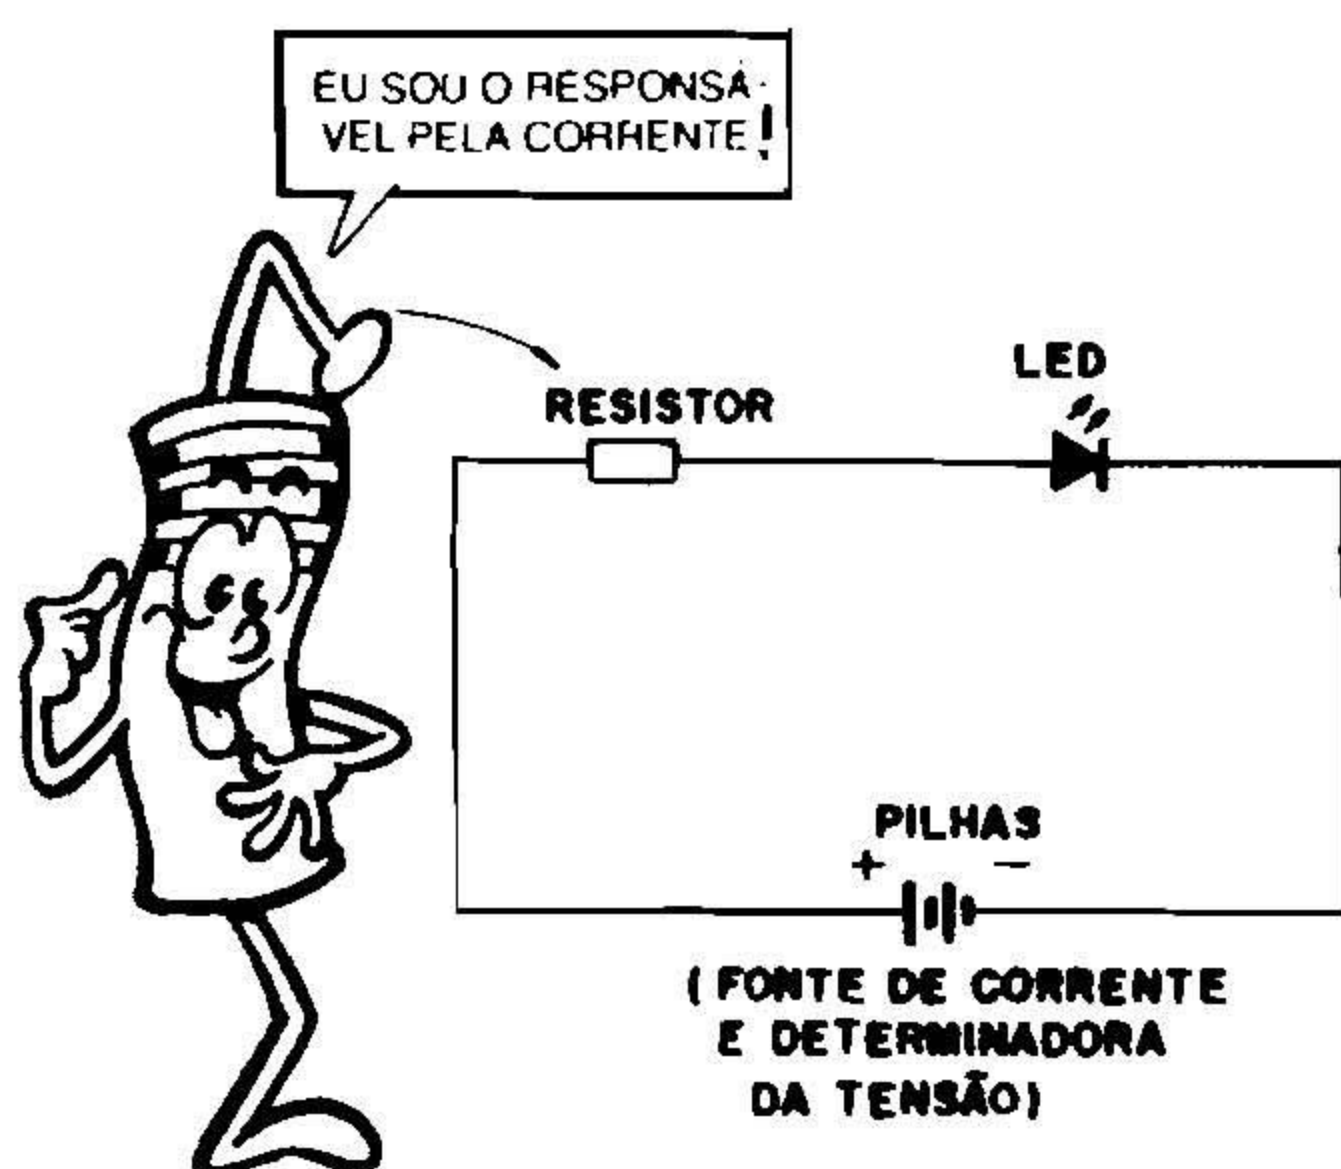

Fig. 6
-**FIG. 6-** Para prevenir a possibilidade de **CORRENTE** excessiva, os LEDs são, normalmente, ligados a determinada fonte de alimentação (pilhas, por exemplo...) **através de um resistor**, que exerce a **IMPORTANTE** função de **limitar** a corrente que pode atingir ou transitar pelo componente... O valor ôhmico desse resistor é função da **TENSÃO** ("voltagem") apresentada pela fonte de alimentação, do brilho ou intensidade luminosa que se pretende obter do LED, etc. O cálculo preciso e "matemático" desse resistor será ensinado em futura Lição de ABC...